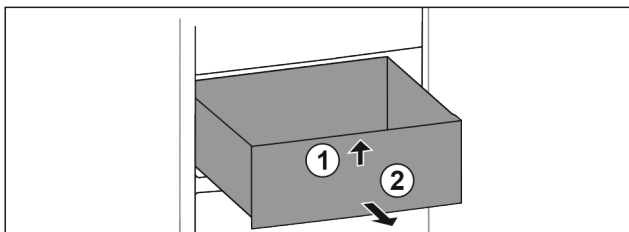

Fig. 70
- ▶ Lade aan de voorkant optillen. Fig. 70 (1)
- ▶ Lade naar voren toe verwijderen. Fig. 70 (2)